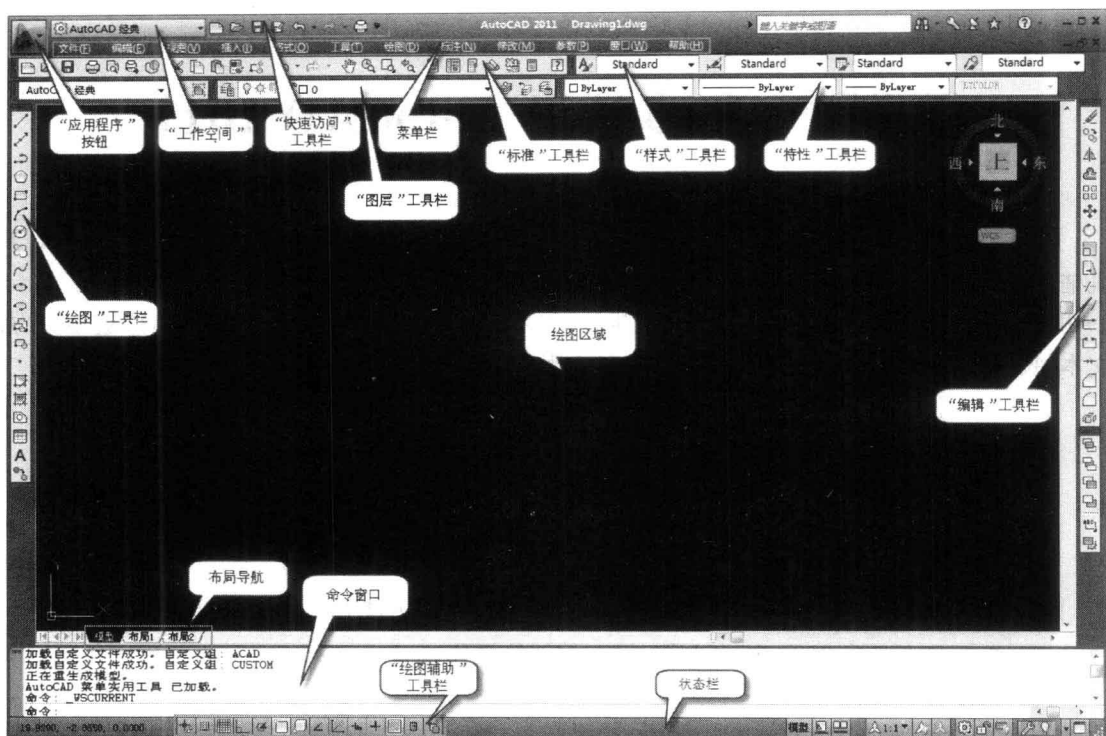

图 1-1 AutoCAD 2011 界面
(1) 如果供计算机安装 AutoCAD 2011 后桌面上会有 AutoCAD 快捷启动图标,双击该快捷图标即可,另外一种启动方法是选择“开始”|“程序”|Autodesk|AutoCAD 2011 即可。
(2) 通过双击桌面上的 AutoCAD 2011 的快捷启动图标,即可进入 AutoCAD 2011 界面窗口。下面分别认识界面窗口中的各个组成部分(为了便于之前版本的学习,我们将“工作空间”切换到“AutoCAD 经典”进行介绍),如图 1-1 所示。